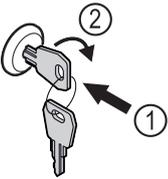

Fig. 126
- ▶ Introducir la llave Fig. 126 (1).
- ▶ Girar la llave 90° en sentido horario Fig. 126 (2).